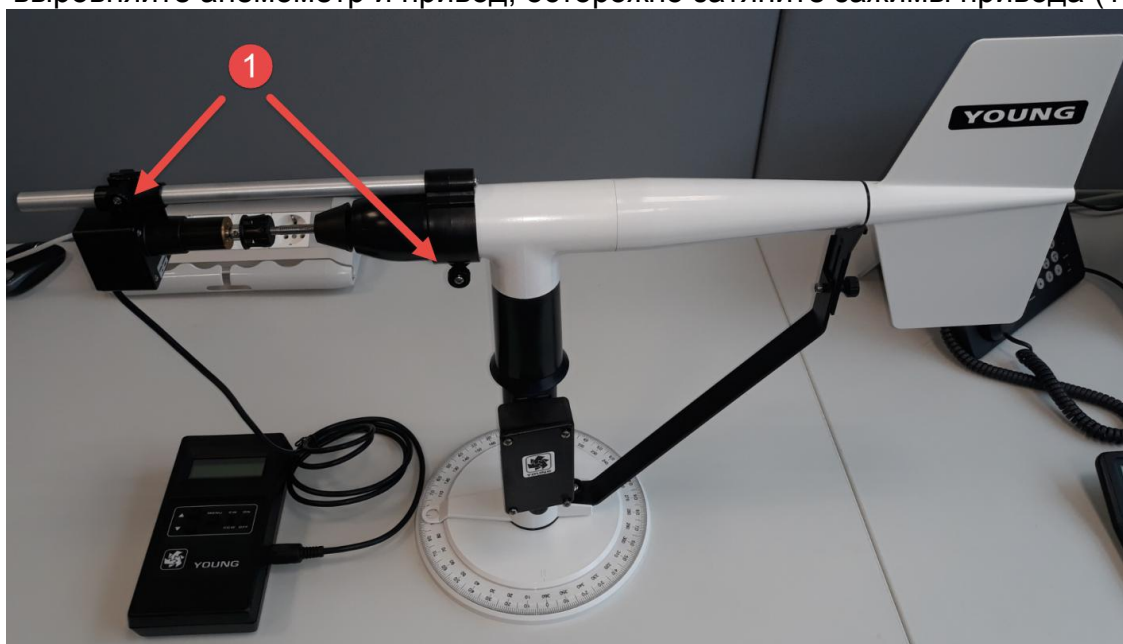

Рисунок 8
- 5) Присоедините привод к креплению как показано на Рисунок 8. Тщательно выровняйте анемометр и привод, осторожно затяните зажимы привода (1).